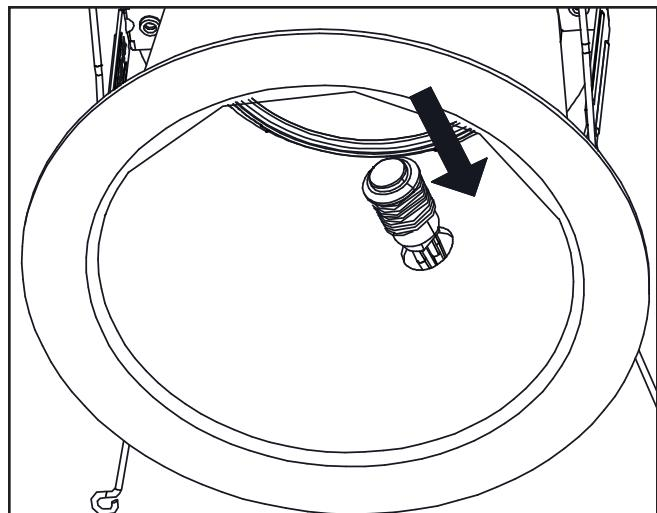

Figure 3.
2. Retirez l'écrou hexagonal de l'interrupteur d'essai et installez l'interrupteur d'essai sur la garniture (Figures 3 et 4.).